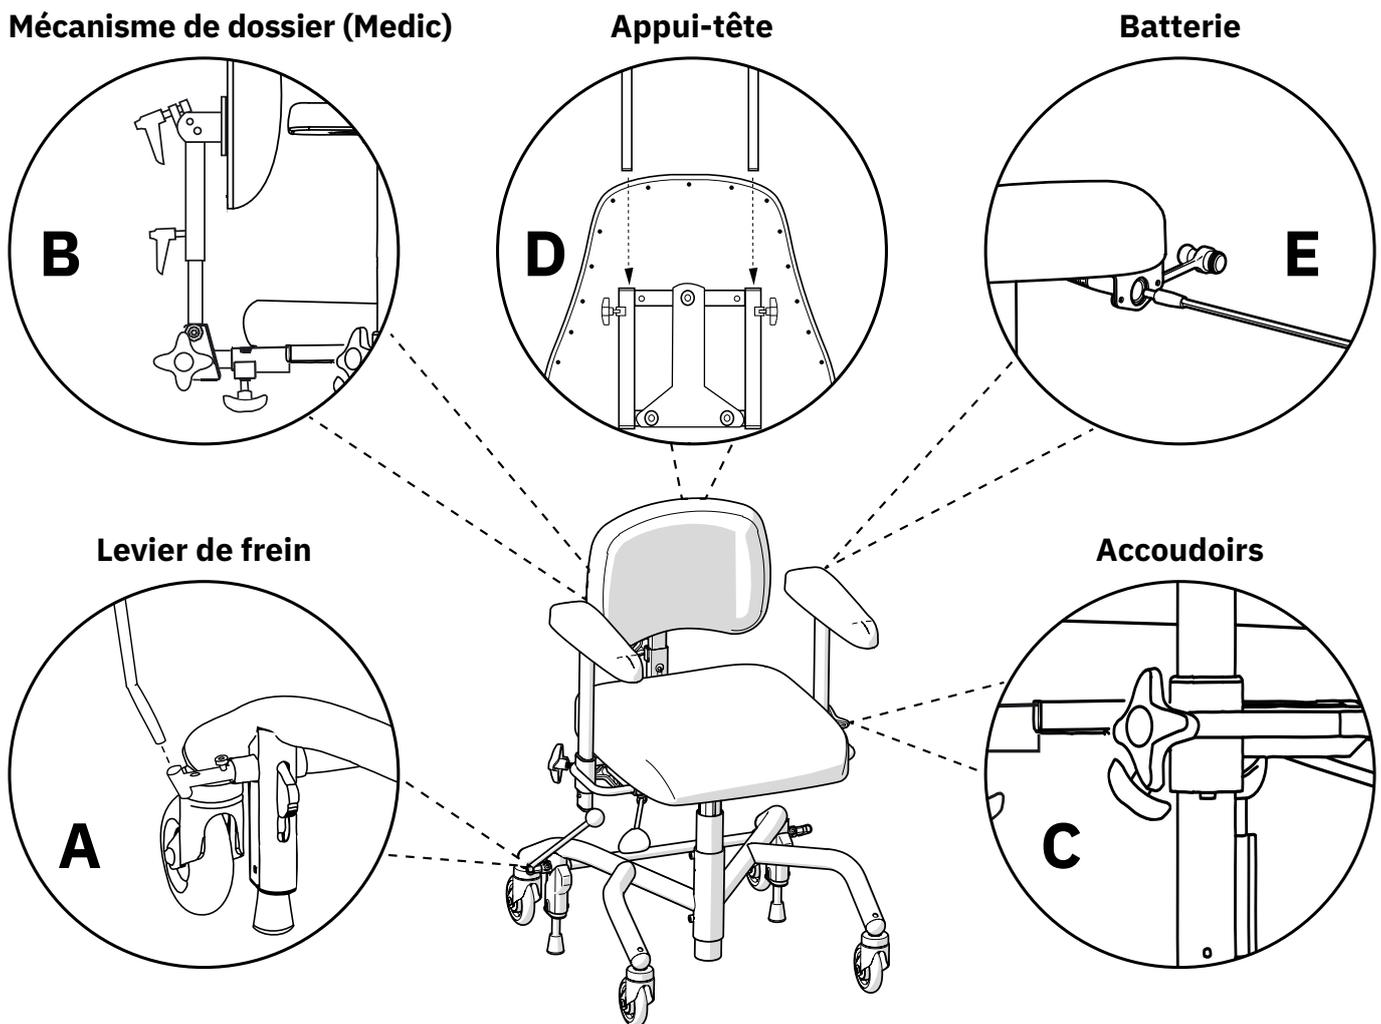

Figure 2.1. Préparation avant la mise en service du produit.
Insérer le levier de frein dans le support du levier de frein (A), voir figure 2.1. Le levier de frein peut être placé sur le côté droit ou gauche.
Insérer le montant du dossier dans le dispositif d'escamotage du dossier (B) et ajuster à la hauteur souhaitée (voir figure 2.1). Resserrer toutes les manettes (B). L'illustration représente l'un des mécanismes de dossier disponibles pour les produits Mercado Medic. Les autres mécanismes de dossier se montent de la même manière, même si leur apparence diffère de celle de l'illustration.
Desserrer les manettes d'accoudoir (C) et ajuster à la hauteur et à la largeur souhaitées (voir figure 2.1). Resserrer toutes les manettes (C).
Si le produit est livré avec un appui-tête, insérer le mécanisme de l'appui-tête dans le support du dossier (D) et ajuster à la hauteur souhaitée (voir figure 2.1). Resserrer toutes les manettes (D).
Avant la première utilisation, la batterie des modèles électriques doit être activée et chargée. Pour ce faire, il faut brancher le chargeur de batterie à la prise de charge du produit et à une prise murale (E), voir figure 2.1. La prise de charge peut être placée à différents endroits sur le produit. Le plus souvent, le produit est livré avec la prise de charge montée à l'arrière de l'accoudoir gauche.